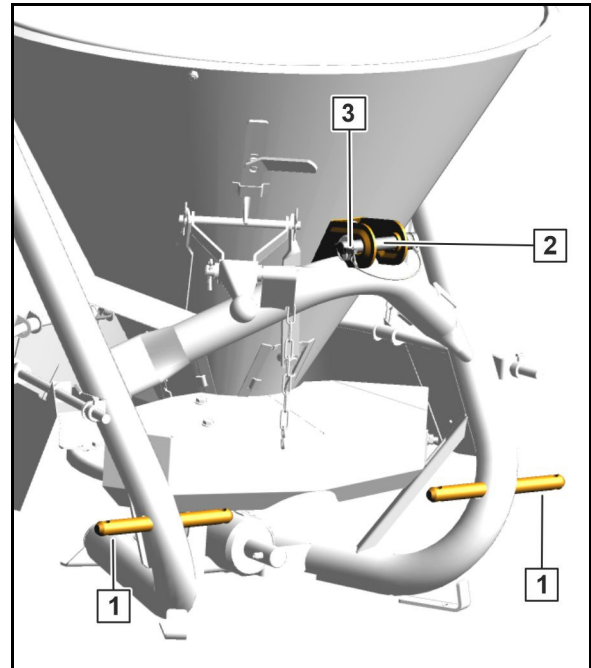

Fig. 21
- Skyv traktorens trekkstenger inn på redskapets koblingstapper (Kat I) (Fig. 21/1) og sikre dem med orepinner.
- Fest traktorens toppstang til redskapets øverste koblingspunkt med toppstangbolten (Fig. 21/2) og sørg for sikring med orepinner (Fig. 21/3).